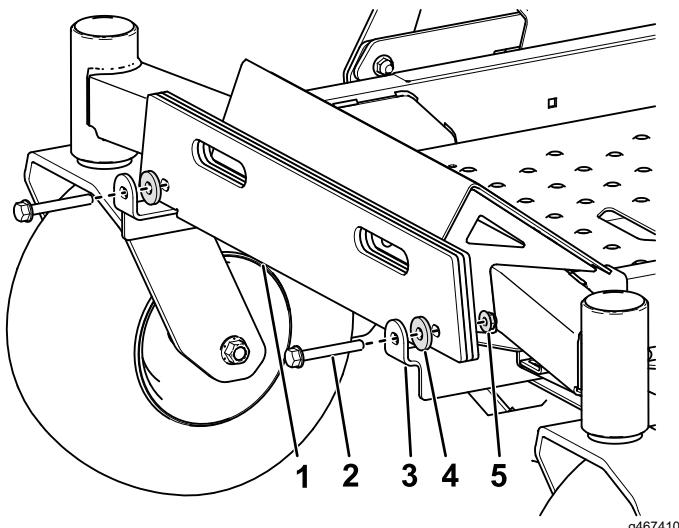

Figura 13
**Máquinas equipadas con kit de ensacador solamente:** Instale el contrapeso de maletín incluido (adicional) en la máquina con 2 pernos ( $\frac{3}{8}$ " x  $2\frac{3}{4}$ "), como se muestra en la Figura 13.